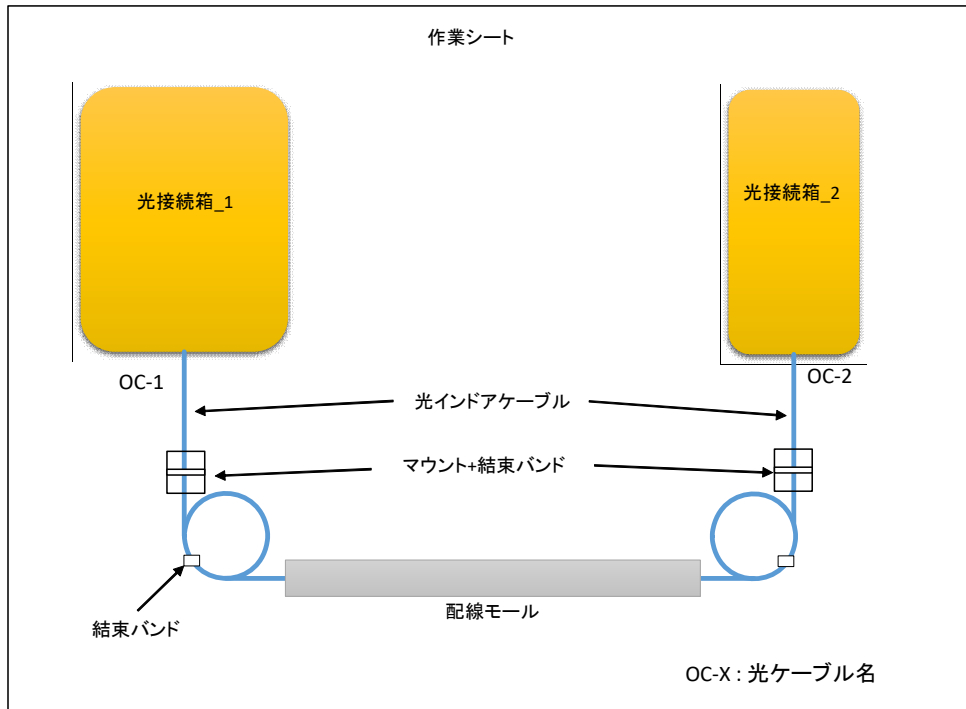

図1 配置図 (例)
- ・ ケーブル及び光接続箱に識別ラベルを取り付ける。識別ラベルは、図1に記載の記号とする。